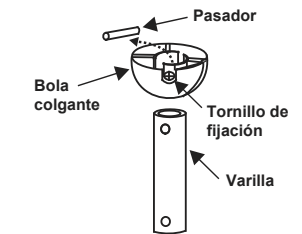

Figura 6
Paso 3. Extraiga la bola de colgado de la varilla interior aflojando los tornillos, extrayendo el pasador y deslizando la bola por la varilla (Figura 6).